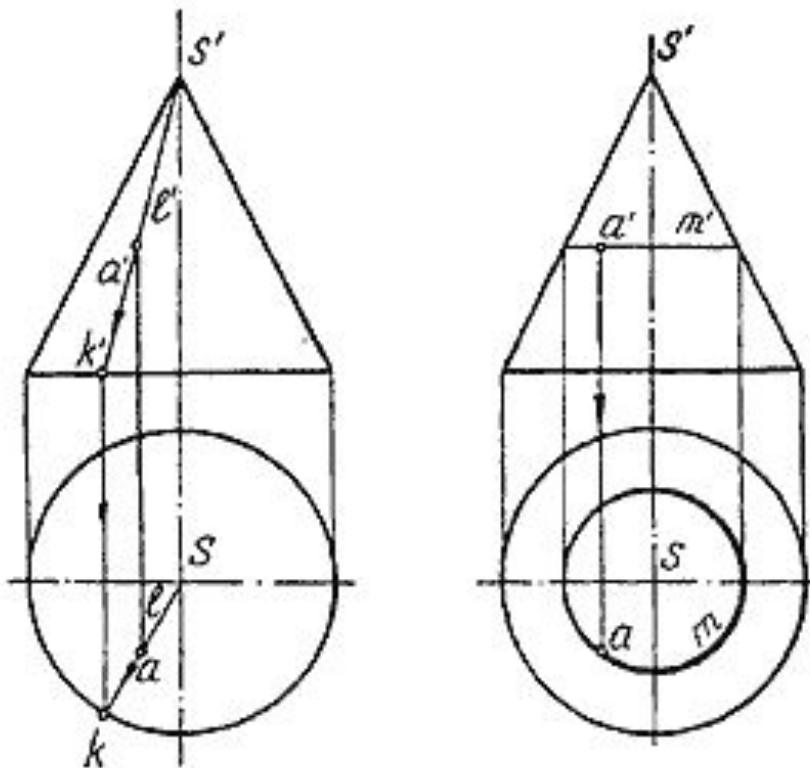

Рис. 87
- На рис.87 показано построение точки А, лежащей на поверхности конуса, двумя возможными способами: 1) с помощью образующей $1 = SK$; 2) с помощью направляющей окружности.
- На рис.87 показано построение точки A, лежащей на поверхности конуса, двумя возможными способами: 1) с помощью образующей $1 = SK$; 2) с помощью направляющей окружности.